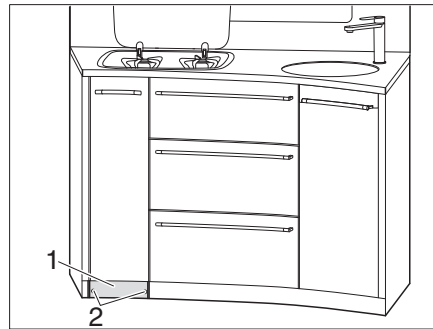

Bild 116 Sockel abschrauben
- 2 Schrauben (Bild 116,2) am Sockel (Bild 116,1) abschrauben.
- Sockel (Bild 116,1) abnehmen.